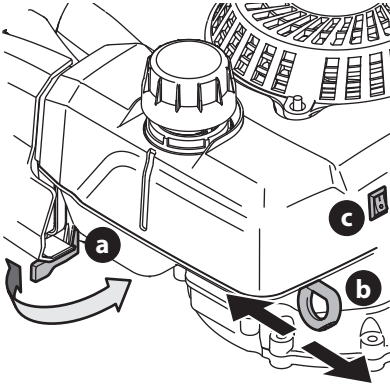

Figura 6
1. Si se incluye, asegúrese de que la válvula de paso de combustible (a) esté en la posición "ON" (Figura 6).